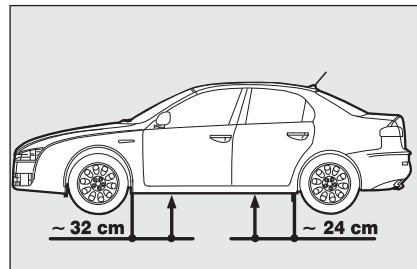
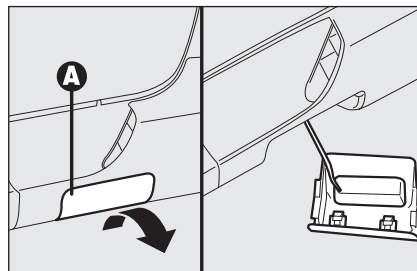

fig. 7
fig. 9
- insérer le cric, à la distance indiquée sur la **fig. 7** (pour les versions dotées de minijupes il faut, avant d'insérer le cric, enlever la couverture **A-fig. 9** placée sur la minijupe même, en agissant comme indiqué sur la figure);